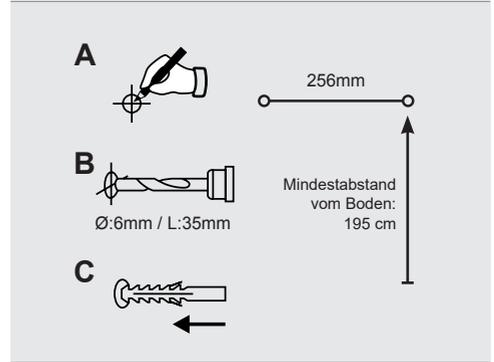

Abb.2c: Löcher bohren
5. Wenn Sie eine geeignete Stelle gefunden haben, bohren Sie zwei Löcher mit einem Durchmesser von 8 mm und einem Abstand von 256 mm in die Wand und führen die Dübel ein. Siehe Abb. 2c.